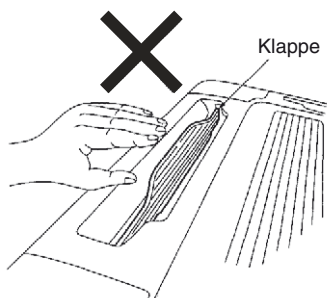

Abb. 7-2
- Die Klappe nicht berühren oder Druck darauf ausüben. (Abb. 7-2) (Bei Nichtbeachtung kann dies eine Funktionsstörung der Klappe verursachen.)